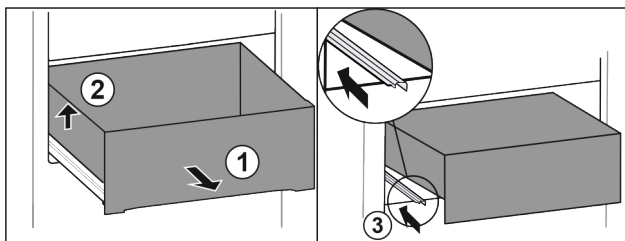

Fig. 21
- Estrarre il cassetto fino all'arresto. Fig. 21 (1)
- Sollevare il cassetto a sinistra. Fig. 21 (2)
- Inserire la guida sinistra. Fig. 21 (3)